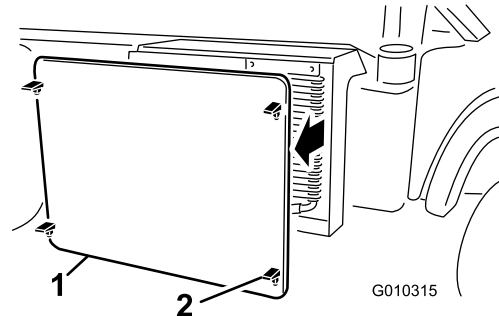

Bild 50
5. Lösen und entfernen Sie das Kühlgitter vorne am Kühler (Bild 50).